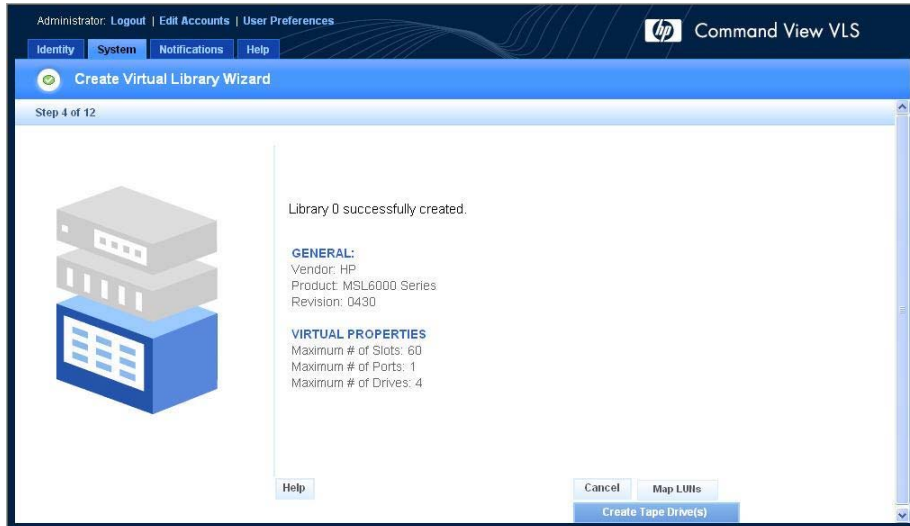

Figura 31 Ventana Create Virtual Library Wizard (Asistente para la creación de bibliotecas virtuales) (4 de 12)
Se abre una ventana de resumen que muestra los detalles sobre la emulación de biblioteca creada (Figura 31).
1. Si ya se encuentra en la ventana Create Library Wizard (Asistente para la creación de bibliotecas virtuales) (Figura 31), haga clic en Create Tape Drive(s) (Crear unidades de cintas).